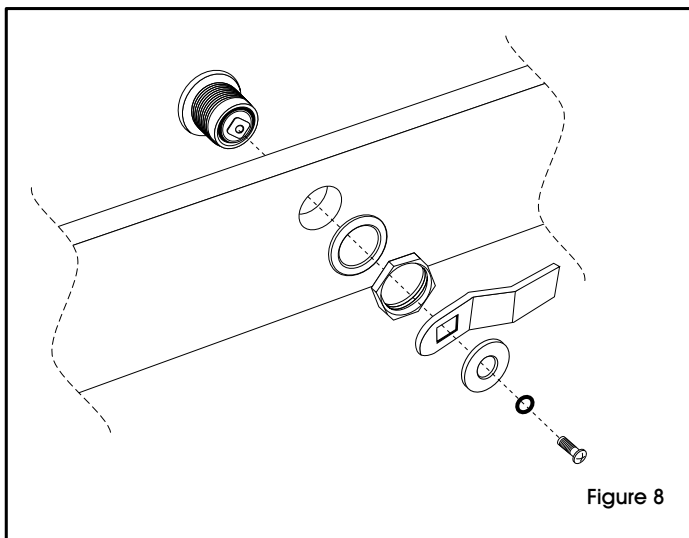

Figure 8
1. Disassemble drawer lock and reassemble lock on drawer. (See Figure 8)
Désassembler le verrou du tiroir et réassembler sur le tiroir. (Voir la figure 8)